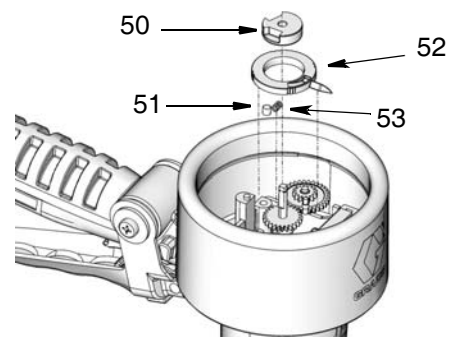

FIG. 16
4. Avec une clé hexagonale, déposez la vis sans tête de la cheville. Déposez la cheville (50), la goupille (51), le ressort (53) et le pointeur inférieur (52) (FIG. 16).